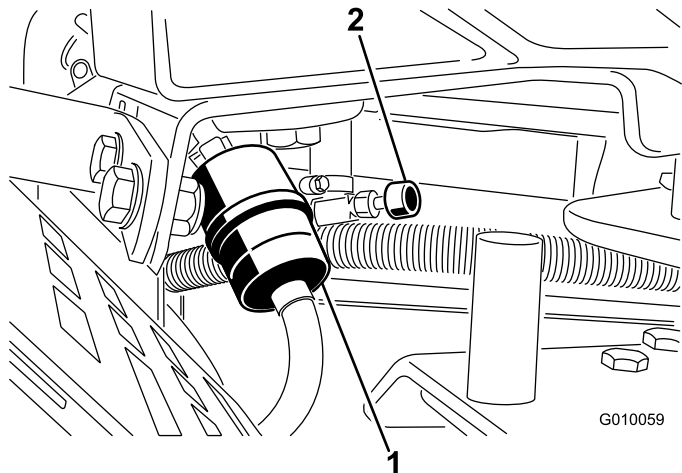

图 49
2. 关闭燃油切断阀（图 49）。
3. 将软管夹的两端挤压到一起，将它们滑离滤清器（图 49）。
5. 安装新的滤清器，并将软管夹移近滤清器（图 49）。
7. 打开燃油切断阀（图 49）。
3. 松开燃油滤芯上的软管夹、沿燃油管向上滑动、使之离开燃油滤芯（图 49）。
4. 从燃油滤清器上拉出燃油管（图 49）。打开燃油切断阀，让燃油排入燃油罐或放油盘。
5. 将燃油管安装到燃油滤清器上。将软管夹滑近燃油滤清器，固定燃油管（图 49）。